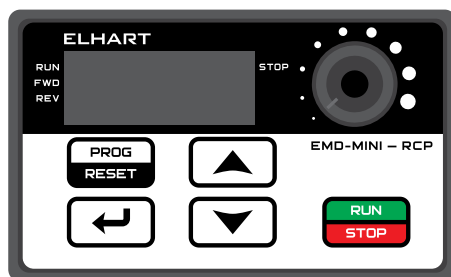

Рисунок 6.4 – Внешний вид пульта управления U1
Обозначение на рис. 6.4	Назначение
- задана требуемая уставка контролируемого технологического параметра (задается потенциометром расположенным на пульте управления U1, см. рисунок 6.4 и 6.5 и таблицы 6.2 и 6.4).